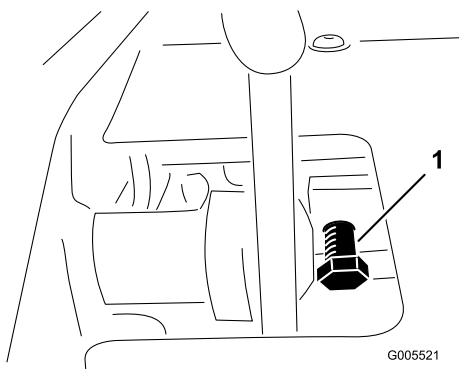

Figura 56
1. Allentate il controdado sulla vite a testa cilindrica di fissaggio del pedale (Figura 56).